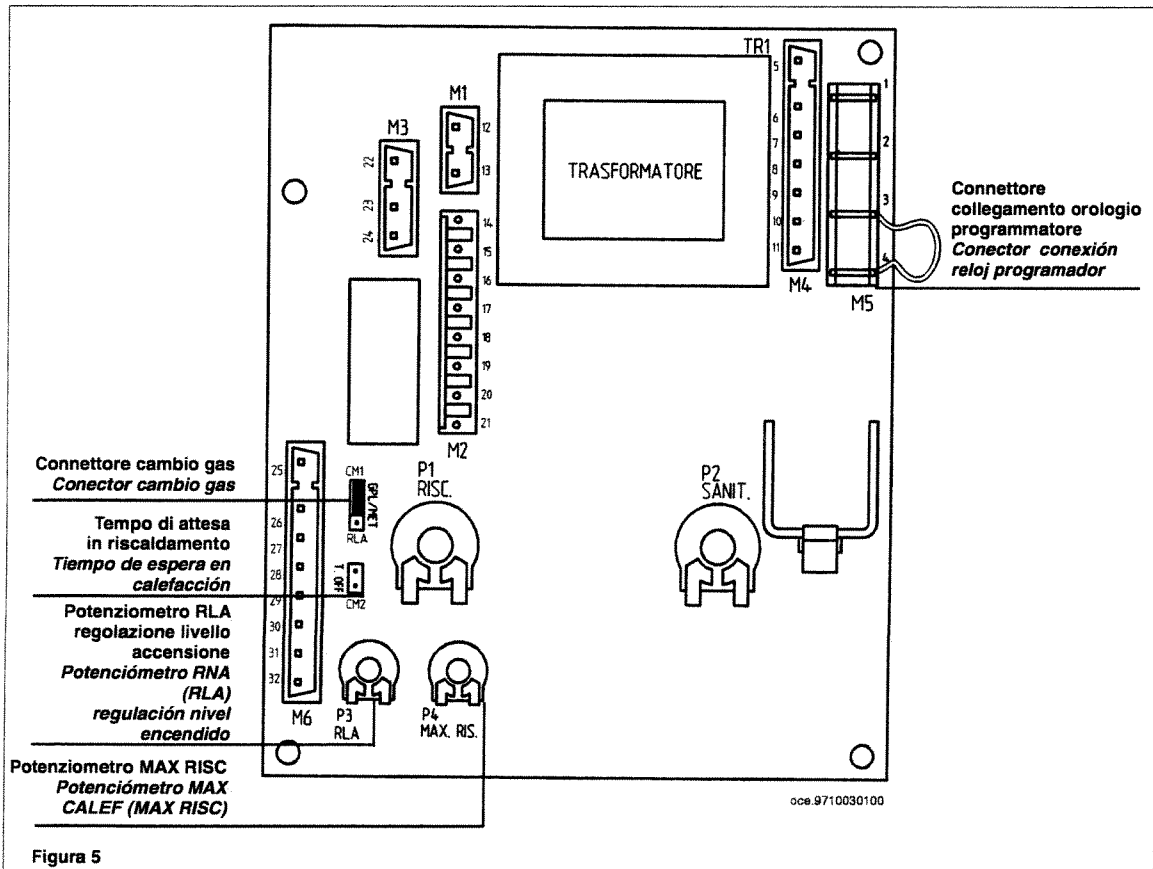

Figura 5
- collegare il motore del programmatore al connettore della scheda elettronica principale (morsetti 1 e 2 di figura 5);
- conectar el motor del programador al conector de la tarjeta electrónica principal (bornes 1 y 2 de figura 5);
- posizionare il ponticello, nel connettore cambio gas, nel settore MET per il gas metano o nel settore GPL per il gas liquido (figura 5 a pagina 15).